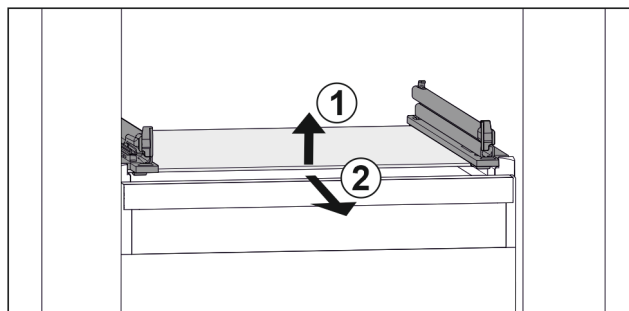

Fig. 109 Примерно изображение на стъклената плоча
- Повдигнете стъклената плоча отпред. Fig. 109 (1)
- Извадете стъклената плоча напред. Fig. 109 (2)